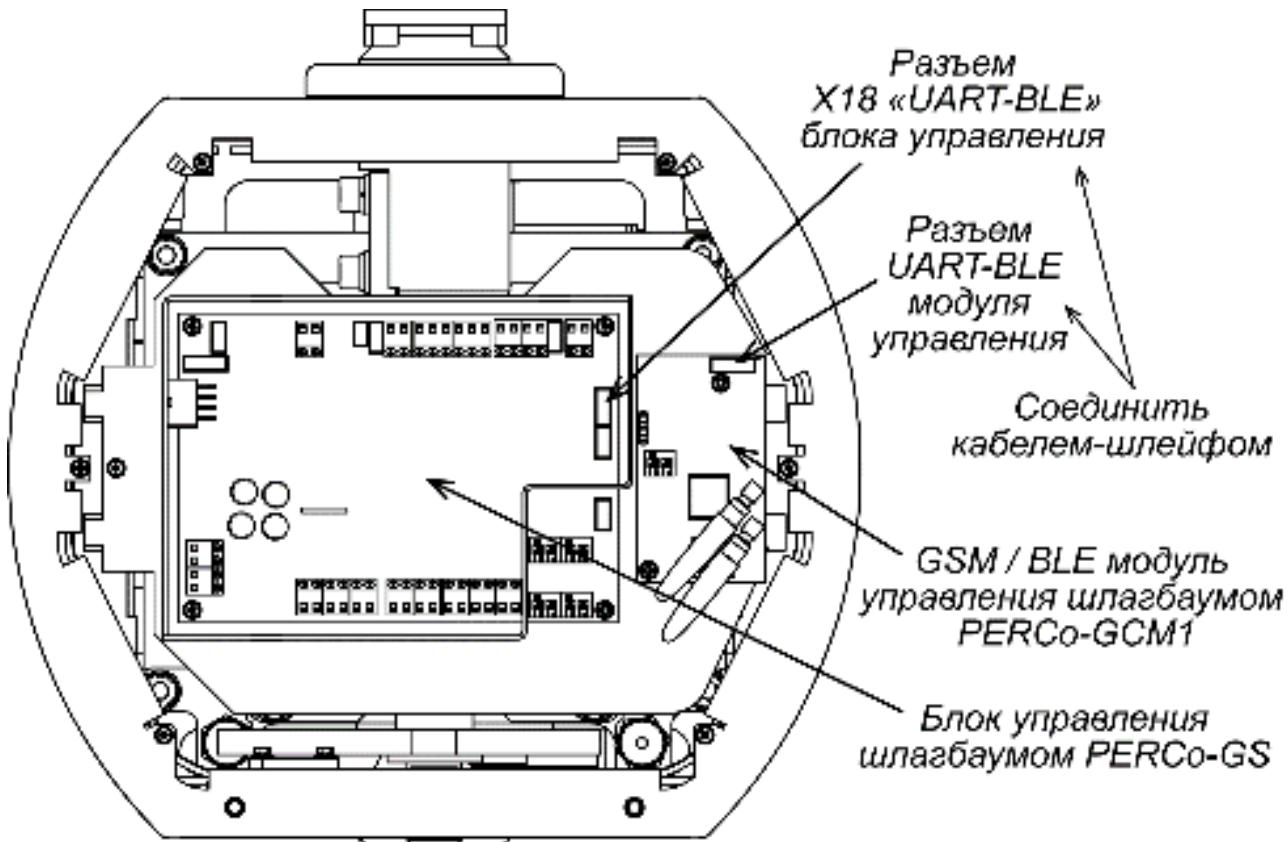

Рисунок 3. Схема подключения модуля управления к блоку управления шлагбауза
6. Соедините плату модуля управления с платой блока управления шлагбаума при помощи кабеля-шлейфа UART-BLE из комплекта поставки (см. рис. 3).